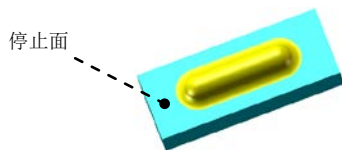

图 7.11 成形工具 1
Step7. 创建图 7.11 所示的零件特征——成形工具 1。
- (1) 选择命令。选择下拉菜单 **插入(I)** → **钣金(B)** → **成形工具** 命令。
- (2) 定义成形工具属性。选取图 7.11 所示的模型表面为成形工具的停止面。
- (3) 单击  按钮，完成成形工具 1 的创建。